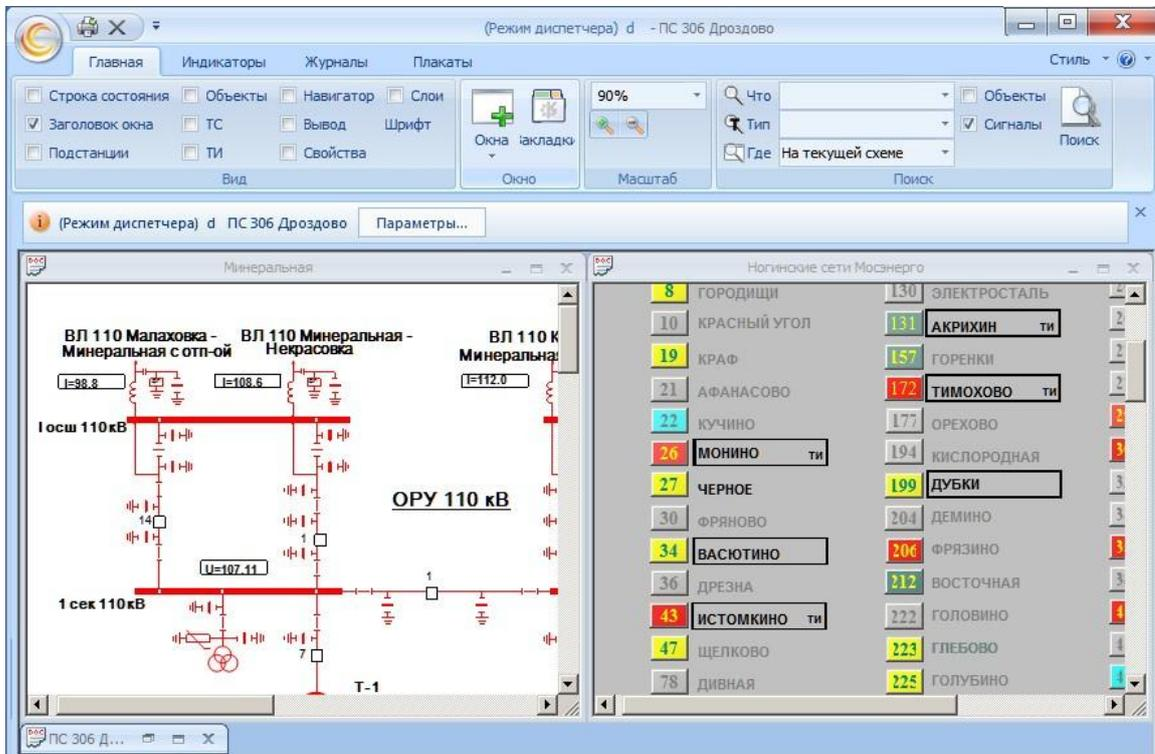

Рисунок 24 – Пример вертикального расположения двух окон, третье окно свернуто
- «Вертикально» – расположить окна в рабочей области вертикально (рисунок 24);